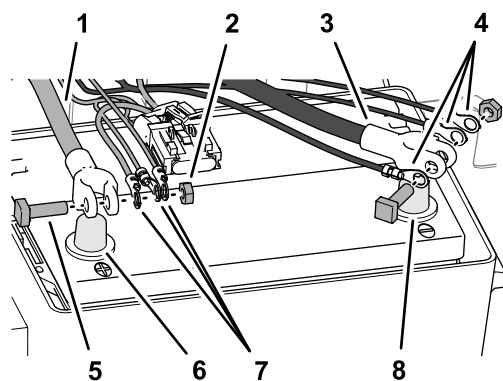

Figura 183
1. Enrute el terminal positivo (cable rojo), el terminal negativo (cable negro) y el bloque de fusibles (50 A) del arnés de cables trasero hacia arriba entre la caja de la batería y el chasis de la máquina (Figura 183).
4. Retire los pernos de cabeza cuadrada y las tuercas hexagonales de los terminales de los cables positivo y negativo de la batería (Figura 183).
5. Ensamble un perno de cabeza cuadrada a través del terminal positivo (cable rojo) del arnés de cables trasero, el terminal positivo del arnés de navegación–eléctrico, el arnés de alimentación del módem y el terminal del cable positivo de la batería (Figura 183).
6. Sujete provisionalmente los terminales y el perno de cabeza cuadrada con una tuerca hexagonal (Figura 183).
alimentación del módem y el terminal del cable negativo de la batería (Figura 183).
8. Sujete provisionalmente los terminales y el perno de cabeza cuadrada con una tuerca hexagonal (Figura 183).
1. Conecte el cable positivo (rojo) al borne positivo (+) de la batería y apriete la tuerca; consulte la Figura 183, en Conexión del arnés GeoLink trasero, el arnés de datos de navegación y eléctrico, y el arnés de alimentación del módem a los cables de la batería (página 84).
2. Conecte el cable negativo (negro) al borne negativo (–) de la batería y apriete la tuerca; consulte la Figura 183 en Conexión del arnés GeoLink trasero, el arnés de datos de navegación y eléctrico, y el arnés de alimentación del módem a los cables de la batería (página 84).